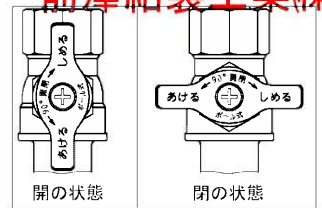

図5
- ② ハンドルを時計回りに90°回すと閉栓します。ハンドルの向きは、流水方向と垂直になります。(図5参照)